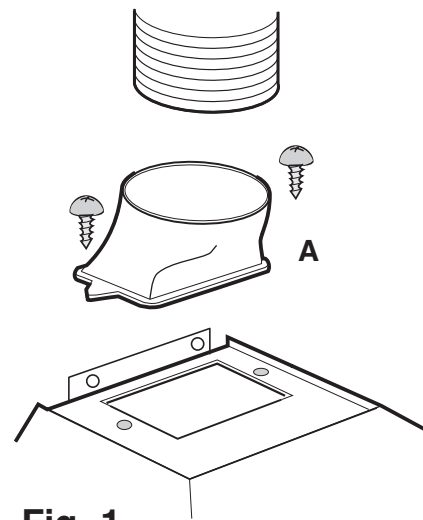

Fig. 1
- El aire se extrae al exterior mediante un tubo conectado al anillo de conexión **A**. **Fig. 1**.